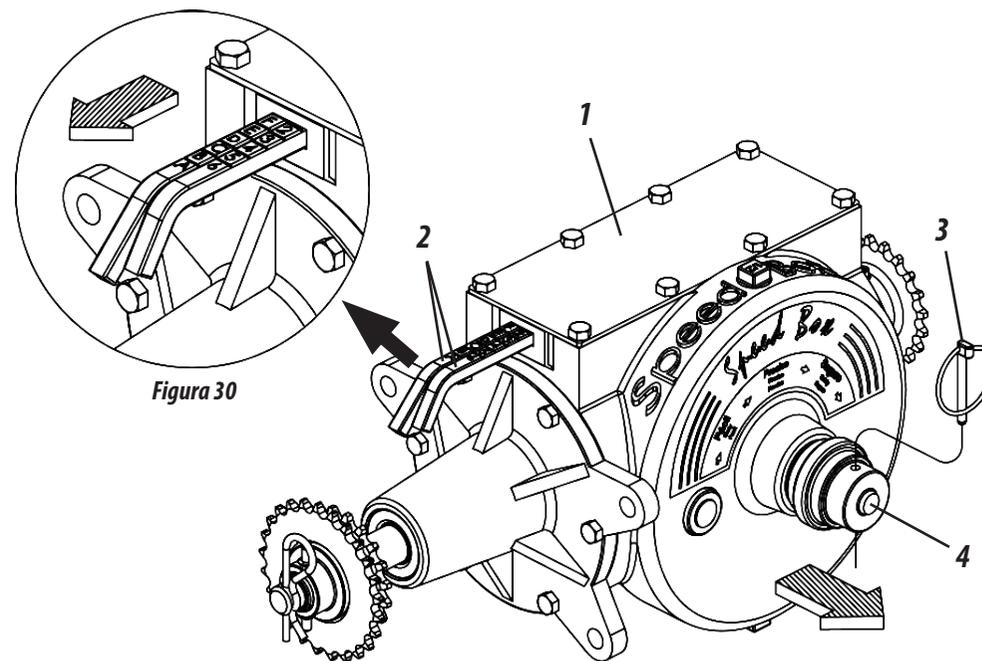

Figura 30
SPEED BOX (FIGURA 30)
- 1- Seleccione la cantidad deseada en las tablas y verifique la combinación correspondiente en las palancas (2). **Ejemplo:** Posición F2 en la tabla, indica que la palanca con letras debe estar en la posición "F" y la palanca con números debe estar en la posición "2", **conforme muestra la figura 30.**
- 2- Para mover las palancas, retire la traba (3), tire la manopla (4) y luego regule las palancas conforme el ejemplo arriba. Al terminar la combinación, retorne la manopla (4) y recoloque la traba (3).